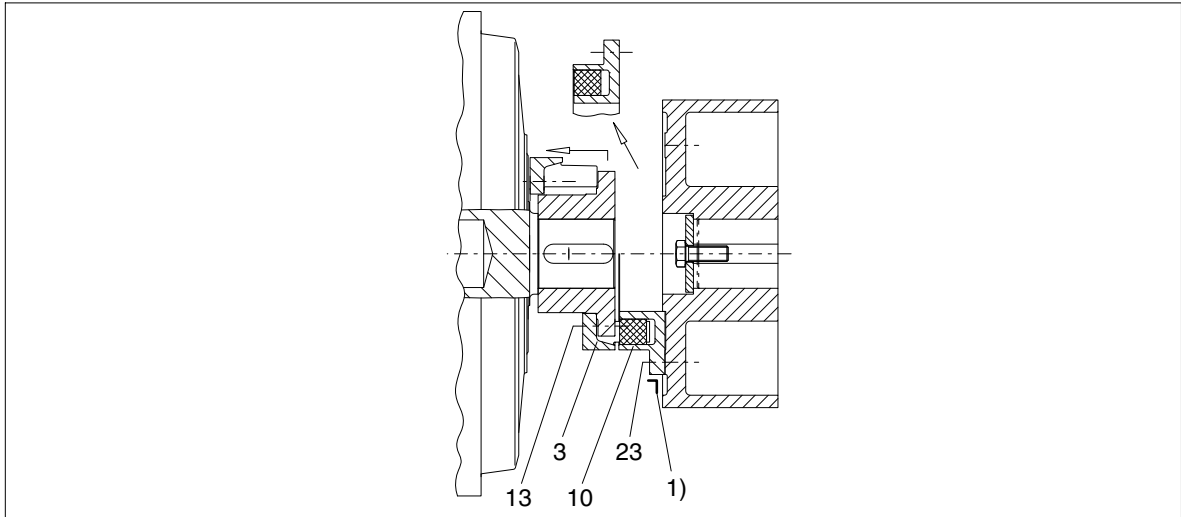

Bild 14: Ausbau der FLUDEX-Kupplung -a
- Verschraubung (23) lösen.
- Teil 10 radial ausbauen (siehe Bild 14).